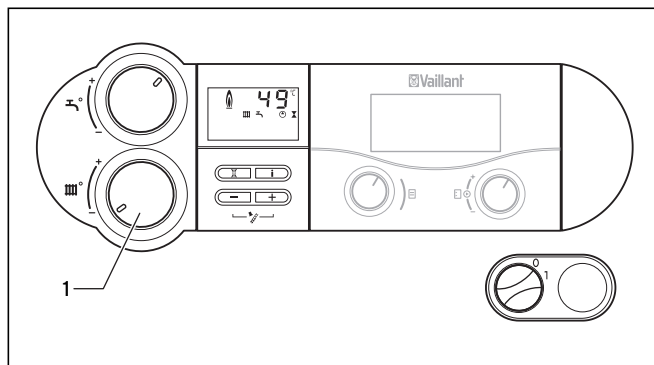

Abb. 6.9 Heizbetrieb ausschalten (Sommerbetrieb)
- Drehen Sie hierzu den Drehknopf (1) (Abb. 6.9) zur Einstellung der Heizungs-Vorlauftemperatur auf Linksanschlag.